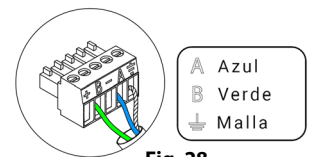

Fig. 28
Para la conexión al bus de conexión Airzone de la central (5) dispone de 1 borna de 5 pines. Fije los cables con los tornillos de la borna respetando el código de colores (Fig. 28).